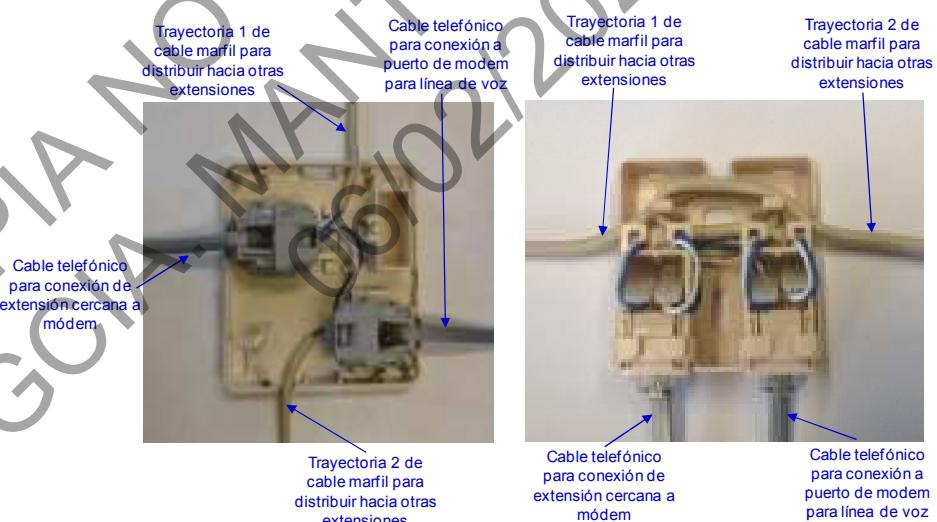

Figura 36.- Conexión de una línea de voz y cableado para extensiones con dos trayectorias.
- b) Para conectar un aparato telefónico cercano al Módem y seguir con dos trayectorias diferentes para extensiones. Véase figura 36.